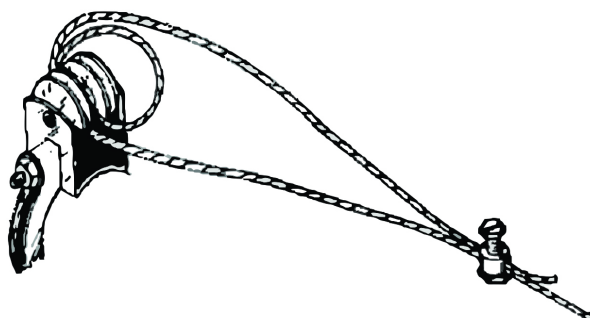

Figura 37. Cable antiperchero en la tolva
2. Comenzar en el extremo de la línea donde se encuentra la tolva y hacer un lazo alrededor del soporte antiperchero. Para obtener mejores resultados, hacer un lazo doble alrededor del aislador antiperchero en la ranura central del aislador y sujetarlo con una abrazadera de cable de 1/16 pulgada, como se muestra en la **Figura 37**.